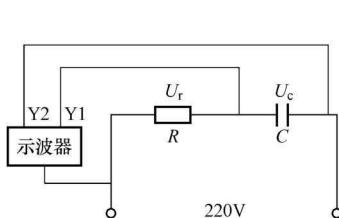

图 1-4 阻容试验的电路
在图1-4中，用交流电压表测量进线两端的电压是 220V ，再分别测量电阻和电容的电压，如表1-1中， $34+207=241$ (V)； $64+200=264$ (V)； $85+192=277$ (V)，奇怪的是，两者相加都要大于和(220V)。我们已知道交流电压表，测量的是有效值，为什么两者相加都大于和呢？这就是交流电路中用直流电路的物理概念、基础理论，无法理解和无法解释的奇怪现象。若不作试验，交流电的物理特性是不好理解的。通过试验，测量数据、波形和相位，就能帮助理解交流电的物理概念和基础理论。
图1-4是电容、电阻串联的试验，电阻 R 是白炽灯($15\text{W}/220\text{V}$)，电容器 C 是 $\text{CJ40-2-4}\mu\text{F}/630\text{V}$ 。试验测量的数据，见表1-1，试验用的电源是交流电压($U=220\text{V}$)，表1-1中的 U_r+U_c ，相加的和都要大于 220V ，说明在交